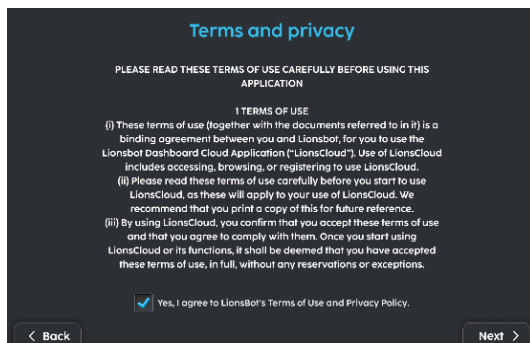

FIGURE 3-7
3. Lisez et acceptez les Termes d'Utilisation et la Politique de Confidentialité (Fig. 3-7).